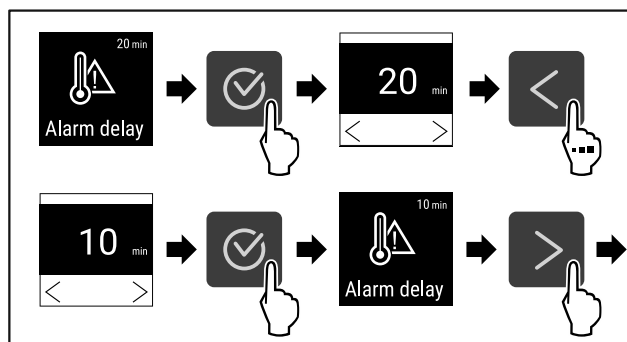

Fig. 115
- Stappen (zie Fig. 115) uitvoeren.